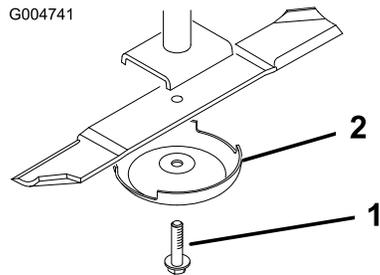

Figura 82
2. Fixe a extremidade da lâmina utilizando um pedaço de tecido ou uma luva grossa. Retire o parafuso da lâmina, o recipiente anti-danos e a lâmina do eixo (Figura 82).